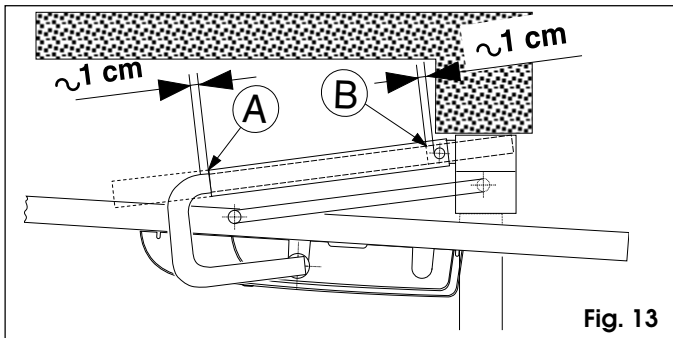

Fig. 13
• bras courbes ou coudés (Fig. 13)
Simuler le positionnement du bras télescopiques comme indiqué Figure 13. Couper la gaine au point A et le bras au point B.